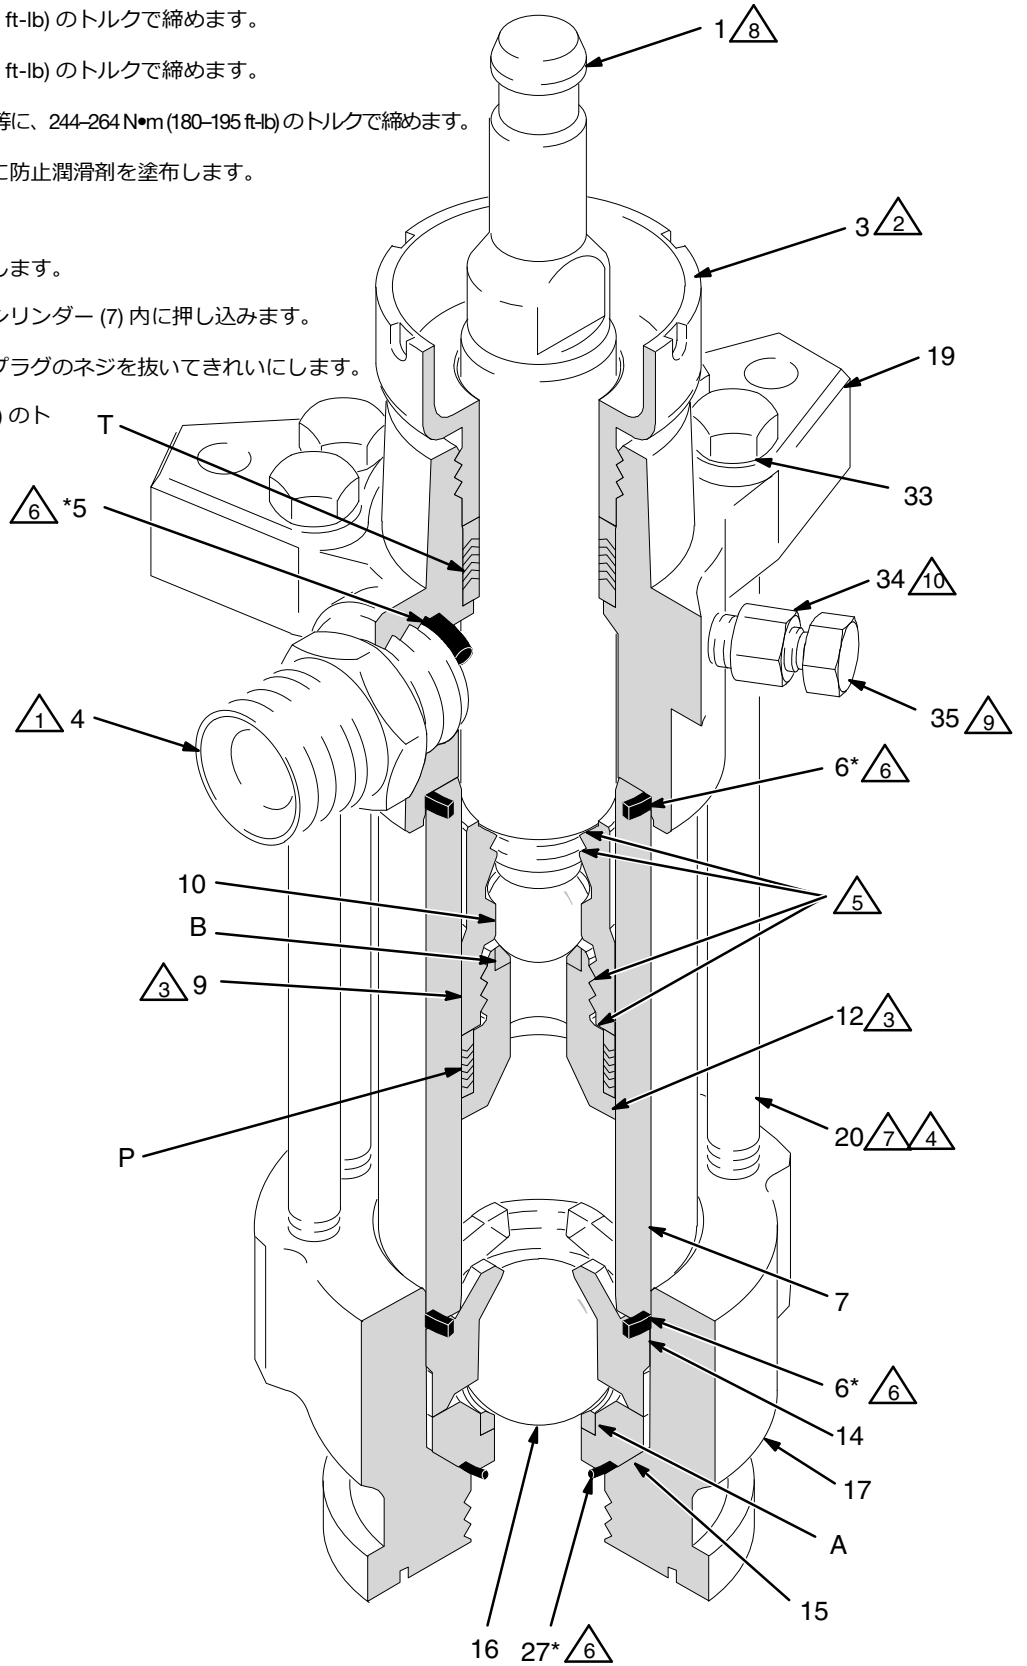

図 9
1. 置換ロッド (1) からボールガイド (9) を取り外さなければならない場合は、平坦部を万力で固定してください。防止潤滑剤 222955 をロッドのネジ山および合わせ面、およびボールガイドに塗布します。ボールガイドをロッドにねじ込み、手で締められるだけ締めます。万力から外します。図 9 を参照してください。
2. メスグランド (33\*) をピストンシートハウジング (12) の上に置きます。5 つの V 字型パッキン (P) を、**縁を上に向けて**一つずつ取り付けます。29 ページを参照し、使用しているポンプに適したパッキンを注文してください。オスグランド (11\*) を取り付けます。
**注:** 整備ツール 109507 はアクセサリとしてご購入いただけます。ツールは置換ロッド (1) の上部にフィットし、ロッドをピストンアセンブリに接続するときに、24 インチのモンキーレンチまたは 3/4 インチのドライブソケットを簡単に適用できるようになります。
3. 防止潤滑剤 222955 をネジ山、およびボールガイド (9) とピストンシートハウジング (12) の合わせ面に塗布します。ピストンシートハウジングの平坦部を万力で固定します。ボール (10) をピストンシートに取り付けます。組み立てられたロッド (1) およびボールガイド (9) をピストンアセンブリにねじ込み、手で締められるだけ締め付け、それから 459–481 N•m (338–354 ft-lb) のトルクで締めます。
4. 軸プレス機を使用して、以下のようにロッド (1) をシリンダー (7) 内に再取り付けします。(シリンダーは対称なのでどちらの面も上にすることができます) ピストンパッキング (P) に滑剤を塗ります。ピストンの端を下に向けてロッドをシリンダー内に下ろします。まず、ピストンをできるだけ深くシリンダー内に入れて、それからロッドおよびピストンを、軸プレス機で残りの分だけシリンダー内に押し込みます。